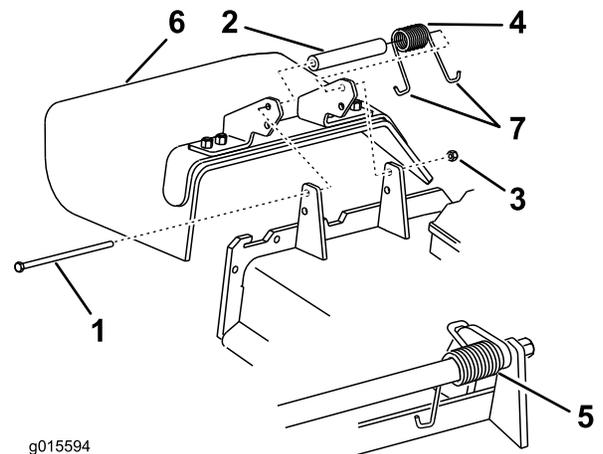

Figure 98
1. Retirez le contre-écrou, le boulon, le ressort et l'entretoise qui fixent le déflecteur aux supports de pivot (Figure 98). Enlevez le déflecteur s'il est endommagé ou usé.
Remarque: Prenez soin de placer une extrémité en J du ressort derrière le bord du tablier avant de mettre le boulon en place, comme illustré à la Figure 98.
3. Remettez le boulon et l'écrou. Accrochez l'extrémité en J du ressort au déflecteur d'herbe (Figure 98).